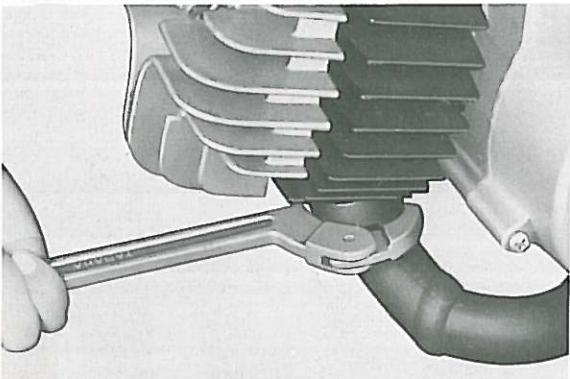

Fig. 3-1-1
- Remove exhaust pipe ring nut. (Fig. 3-1-1)
- Enlever l'écrou annulaire du tuyau d'échappement. (Fig. 3-1-1)
- Auspuffrohr-Ringmutter abnehmen. (Fig. 3-1-1)